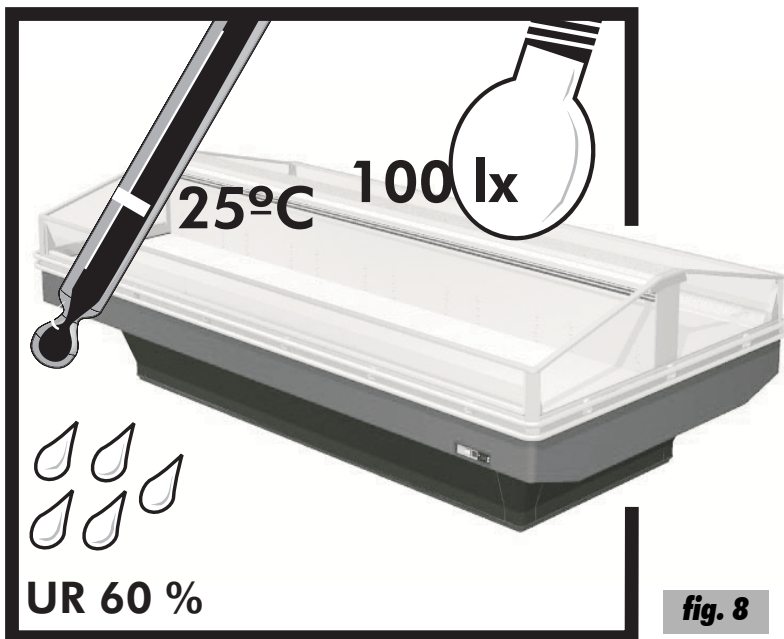

fig. 8
Le milieu ambiant dans lequel sera placé le meuble doit être conforme à ce qui est indiqué à la page 6 - fig. 8 et dans le tableau II.
- le passage de l'air réfrigéré ne doit jamais être obstrué par les denrées (voir page 15 - fig. 8).